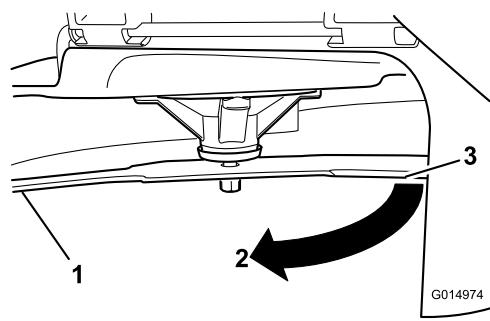

Figura 49
3. Distancia medida entre la cuchilla y la superficie (A) (measured distance between the blade and the surface (A))
4. Gire la misma cuchilla 180 grados de manera que el otro extremo esté en la misma posición (Figura 49). (Turn the same blade 180 degrees so that the other end is in the same position (Figure 49).)